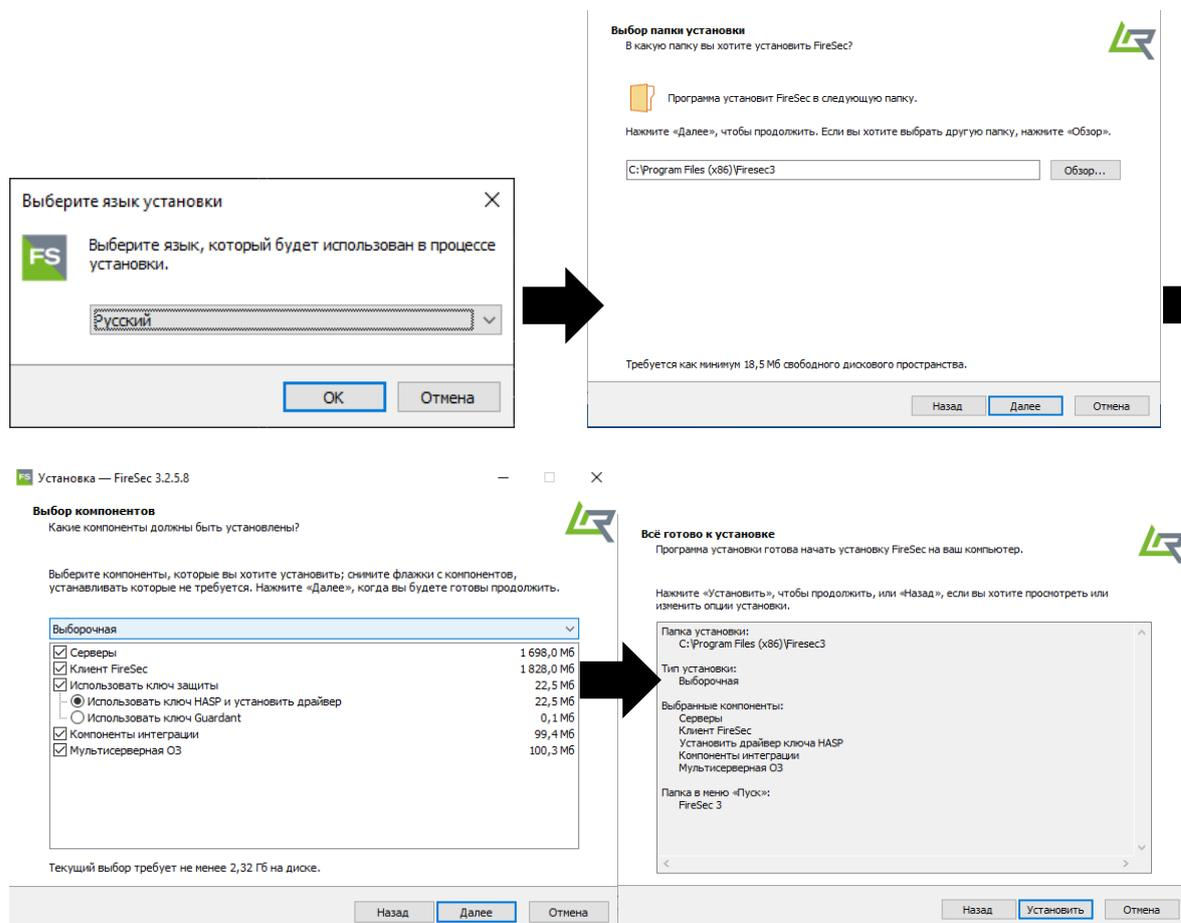

Рисунок 1.1 – Мастер установки ПО FireSec
- На первом шаге программа предложит выбрать язык, который будет использоваться в дальнейших окнах мастера установки, и применить выбранный язык для программы (рисунок 1.1);